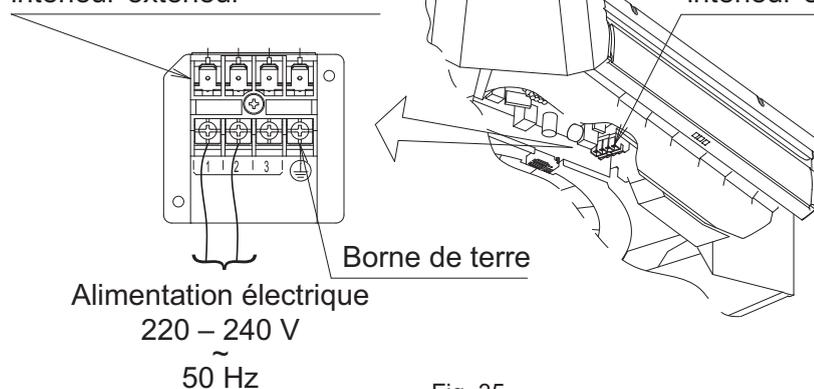

Fig. 35
1. Ouvrez le couvercle de la boîte de commande et connectez l'alimentation monophasée à la borne (1, 2) sur le bornier (X2M) pour le câblage des transmissions intérieure-extérieure et le câblage de terre à la borne de terre. **(Reportez-vous à la Fig. 35)**